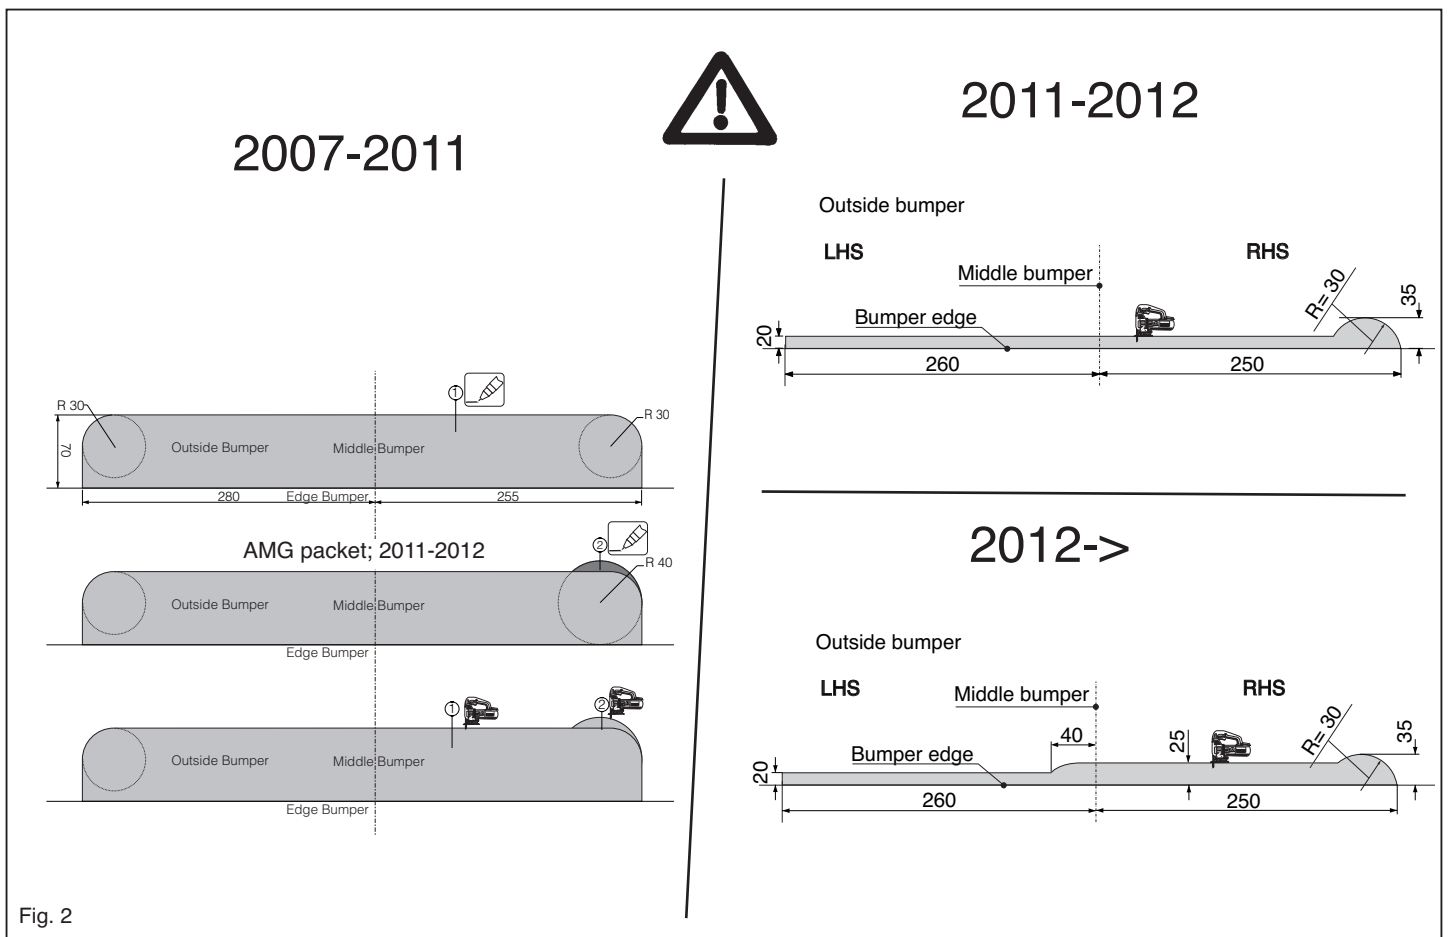

Fig. 2
9. Saw a section out of the middle of the underside of the bumper as shown in fig 2.
- Auf der Unterseite der Stoßstange einen Teil aus der Mitte gemäß Abbildung 2 ausschneiden.
pondant à la figure 2.